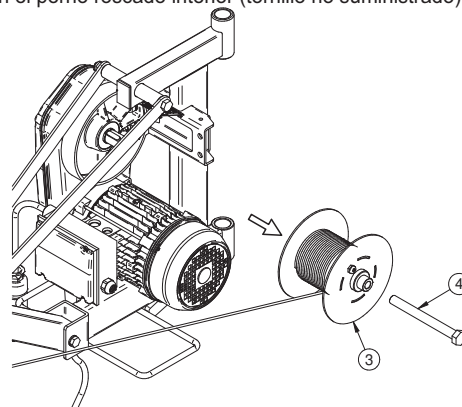

Fig. 4.2
2) Extraer el tambor (Ref.3 Fig.4.2), si permanece bloqueado utilizar un tornillo 5739 M16x150 (Ref.4 Fig.4.2) como extractor para atornillar en el perno roscado interior (tornillo no suministrado).